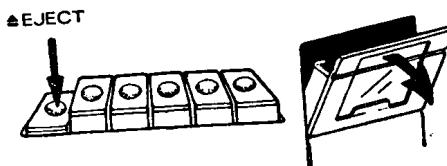

图 1-2
1. 按下“EJECT”（取盒）按钮，见图 1-2。如果有其他任何一个按钮已按下的话，则请先按下“STOP”（停止）按钮，然后再按下取盒按钮。